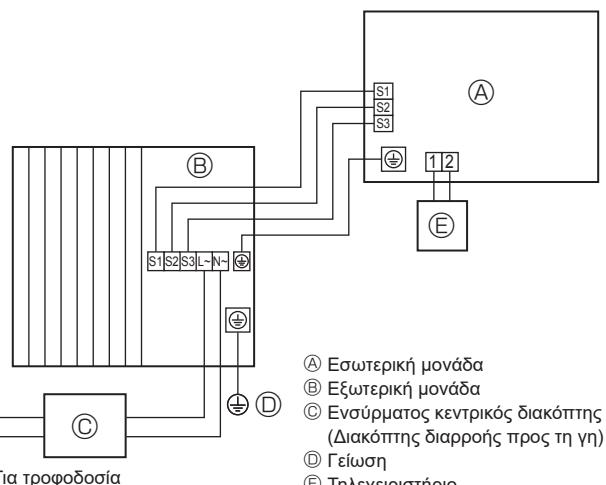

Fig. 6-1
6.1. Εξωτερική μονάδα (Fig. 6-1, Fig. 6-2, Fig. 6-3)
① Βγάλτε το καπάκι συντήρησης.
② Συνδέστε τα καλώδια σύμφωνα με τις Fig. 6-1, Fig. 6-2 και την Fig. 6-3.